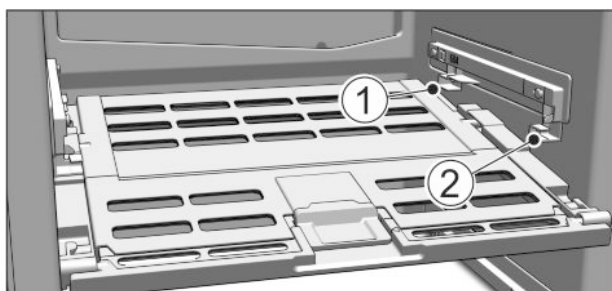

Fig. 51
- ▶ Установка крышки отделения с функцией для хранения овощей и фруктов Fruit & Vegetable-Safe: Вставить поперечные ребра крышки через низ в задний держатель Fig. 51 (1) и защелкнуть спереди на держателе Fig. 51 (2).